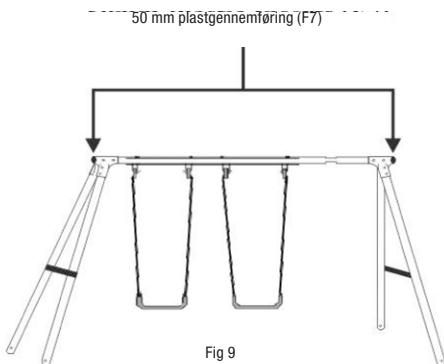

Fig 9
- Tryk 50 mm plastgennemføringerne (F7) i hver ende af topbjælken, se fig. 9 og 10.